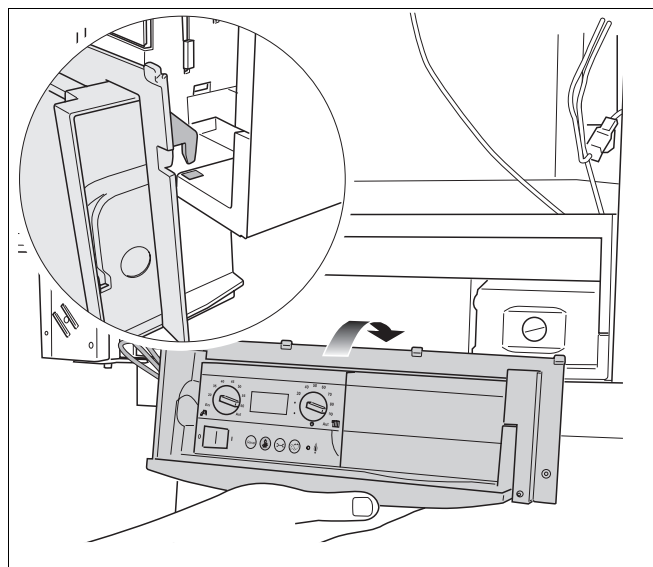

Fig. 103 Bedieningspaneel aan het toestelframe hangen
- Hang het bedieningspaneel aan de 2 haken aan het cv-toestel (→ fig. 103).